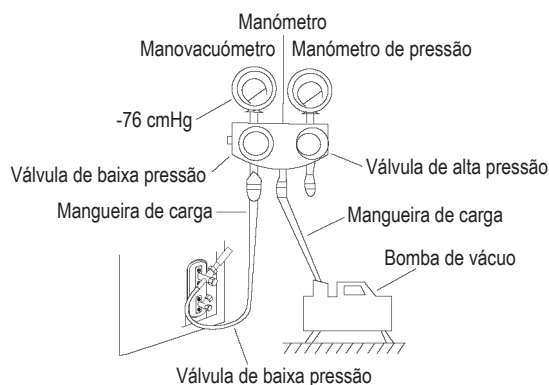

Fig. 8.1
2. Retire a tampa elétrica da unidade exterior. Se a unidade exterior não tiver tampa, desaperte os parafusos da placa de manutenção e retire a placa de proteção. (Consulte a Fig. 8.1)